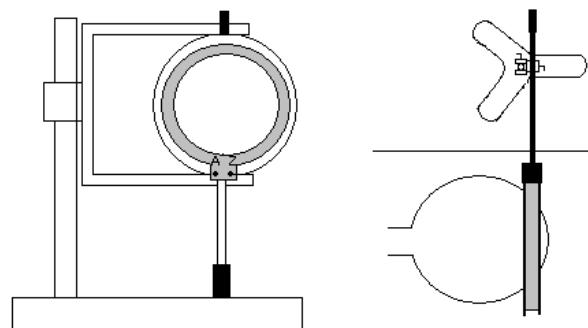

Fig. 2 Montaje para la bobina (a la izquierda, en el soporte del tubo, a la derecha en un trípode)
- Una bobina se coloca en el soporte del tubo de forma que la pantalla fosforecente quede rodeada por ella. Alternativamente también se puede montar en un trípode (ver Fig. 2).